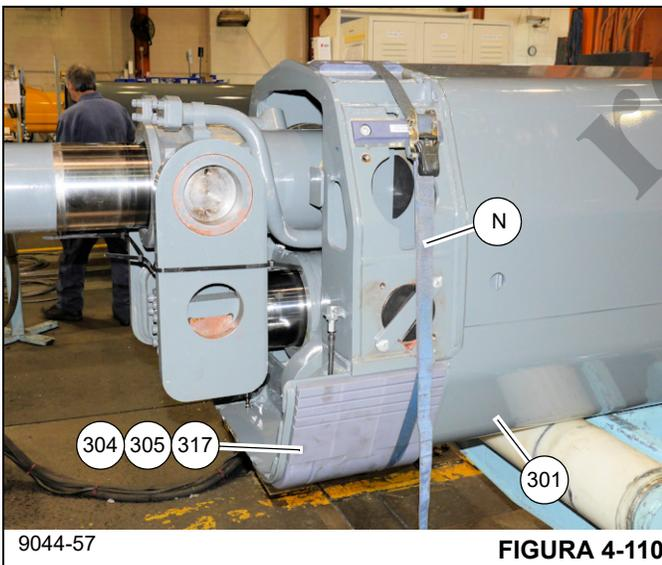

FIGURA 4-110
- 67. Instale os calços (317) e as placas de desgaste (304, 305) na parte inferior (conforme orientada) do telescópio 2 (301). Alinhe os furos nos calços com os pinos no telescópio 2. Conecte os conjuntos de mangueiras de graxa ao furo traseiro de cada placa de desgaste (304). Fixe as placas de desgaste (304, 305) ao telescópio 2 (301) usando uma cinta de catraca (N) (consulte a Figura 4-110).